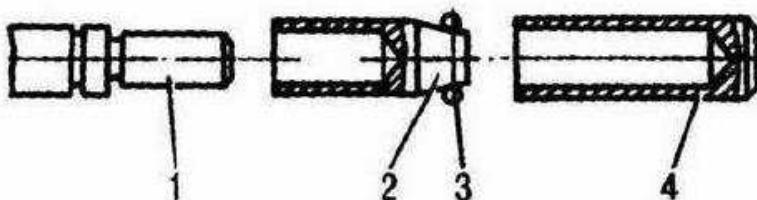

Рис.31. Приспособление для монтажа стопорного кольца:
2. Если стопорное кольцо якоря деформировано, его надо заменить новым или выпрямить. Устанавливать стопорное кольцо необходимо с помощью приспособления, показанного на рис.31.